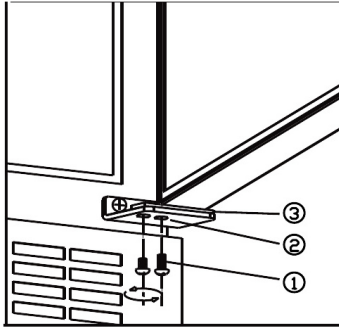

fig. 8.1
- Afmonter skruerne (1) **STØT DØREN!** Se fig. 8.1